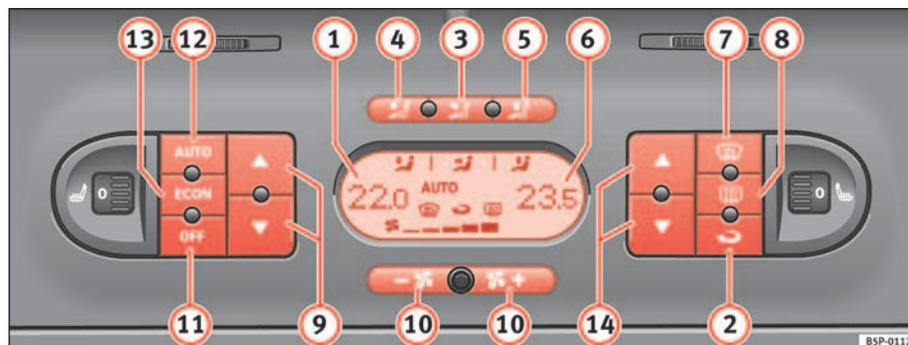

Fig. 127 Sulla plancia portastrumenti: i comandi del Climatronic 2C
- Premere uno dei tasti compresi tra ⇒ pag. 157, fig. 127 ③ e ⑤ oppure il tasto **ECON**; altrimenti ruotare la manopola di regolazione della ventola ⑩. Il simbolo **AUTO** scompare dal display.
- Si attiva e si disattiva premendo il tasto  ⇒ pag. 157, fig. 127  2. La funzione risulta attiva quando sul display appare il simbolo .